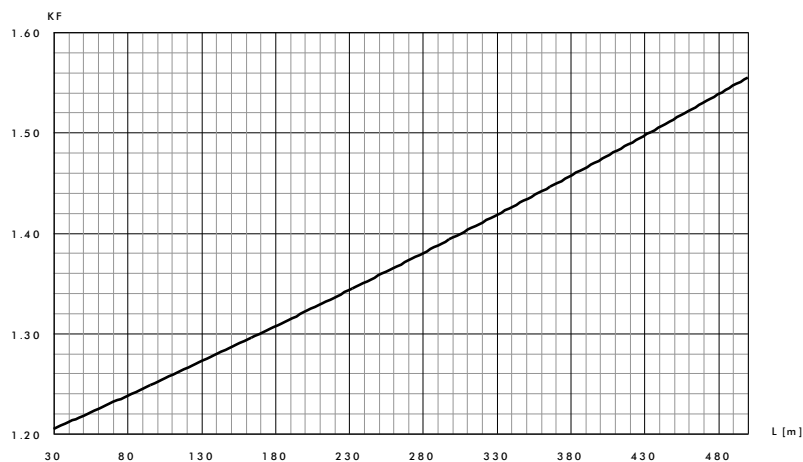

Abbildung 4: Bestimmung des Absaugkorrekturfaktors KF
4.	Um den Unterdruck in der Messzelle und Staubverluste in den Leitungen zu kompensieren, muss am Bediengerät eventuell ein Absaugkorrekturfaktor eingestellt werden. Dieser Faktor basiert auf Erfahrungswerten und kann anhand der Abbildung 4 oder durch die Messung mit einem mobilen In-situ Gerät ermittelt werden.